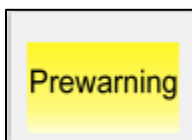

图 4-4 预警提示
- 2) 激活预警后，如**图4-4**所示，GUI操作面板会显示预警提示。